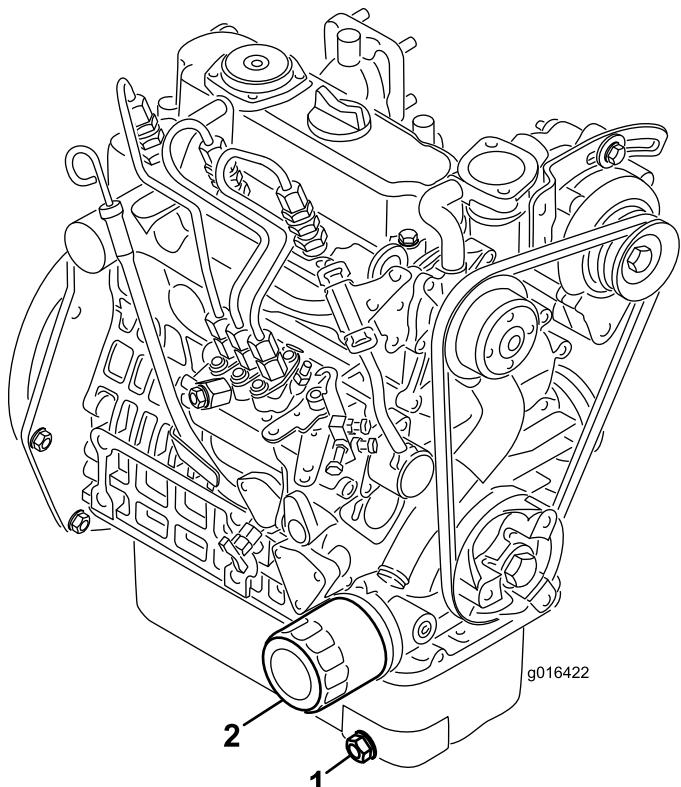

図 34
1. ドレンプラグ図 34を外してオイルを容器に受け る。オイルが抜けたらドレンプラグを取り付ける。